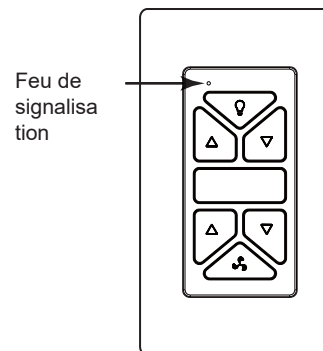

Fig. 2
- 5 Feu de signalisation (Fig. 2)